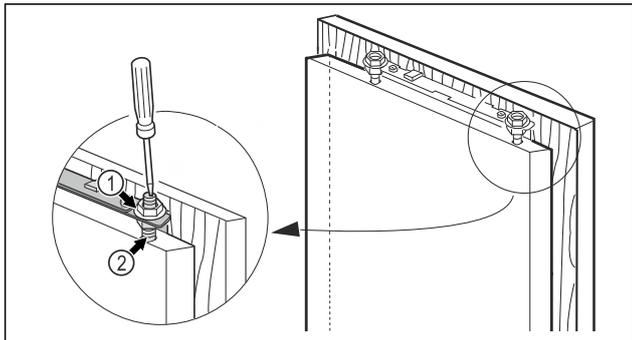

Fig. 21
- ▶ Serrare i controdadi Fig. 21 (1) con una chiave esagonale da 13, mentre si tengono bloccati i bulloni di registrazione Fig. 21 (2) con un cacciavite.